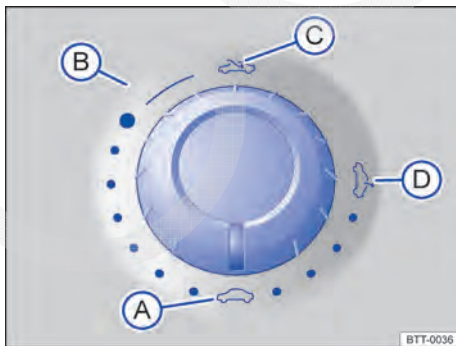

Fig. 38 No revestimento do teto: interruptor rotativo do teto solar.
Girar o interruptor rotativo ⇒ Fig. 38 para a posição desejada para regular as seguintes posições do teto solar:
- Girar o interruptor rotativo para a posição ⇒ Fig. 38  e puxar para baixo na área posterior, até que o teto solar esteja completamente fechado.